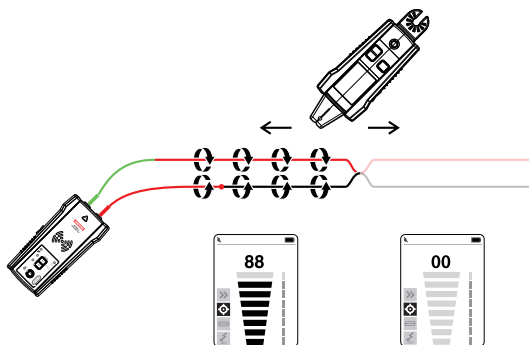

Figura 4.3: Localización de un cable para encontrar cortocircuitos
1. Conecte el Transmisor con los cables de prueba al circuito como se muestra en la Figura 4.3.